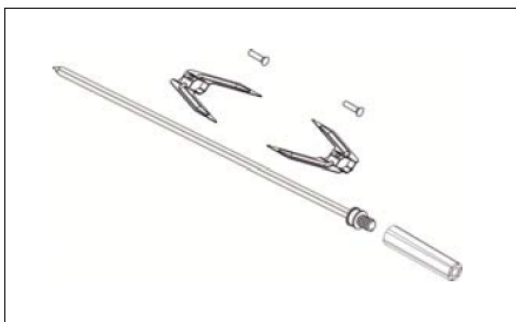

Рис. 7
- Если ваш прибор оборудован аксессуарами для вращения курицы, ослабьте болт на креплении V-образных деталей шампура (рис. 7), который следует продеть через курицу. После чего курица фиксируется при помощи V-образных деталей, болт заворачивается.